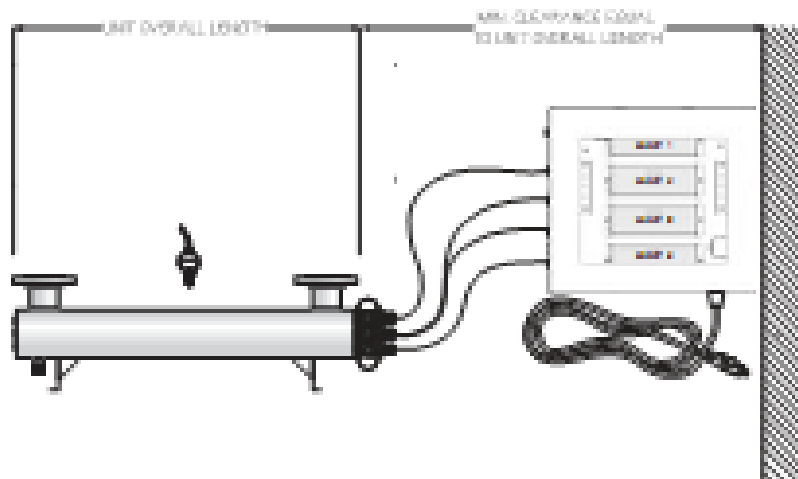

Рис. 2
2. Выберите подходящее место для установки УФ-системы. Перед началом установки убедитесь, что предусмотрена возможность заземления. Система должна быть установлена в горизонтальном положении (см.рис.2). При выборе места установки следует оставить пространство для замены УФ-излучателя и/или кварцевого чехла (обычно оставляют место равное размеру реактора).